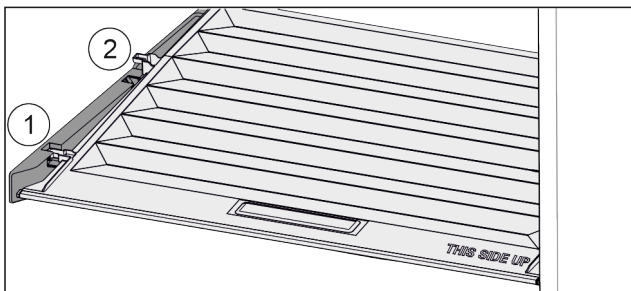

Fig. 54
- Deslice la tapa hacia delante hasta la abertura de las piezas de sujeción Fig. 54 (1).
- Levántela por detrás desde abajo y retírela tirando hacia arriba Fig. 54 (2).